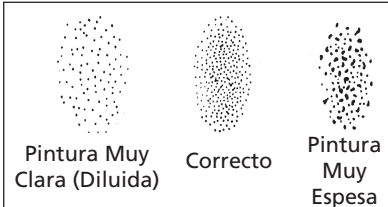

Figura 6 - Consistencia del patrón (Atomización)
- Oprima el gatillo rápidamente mientras gira la perilla de control en sentido contrario al de las agujas del reloj. Observe el patrón en la pieza de prueba y ajuste la perilla de control de fluido hasta que obtenga el patrón (atomización) deseado (Vea la Figura 6).